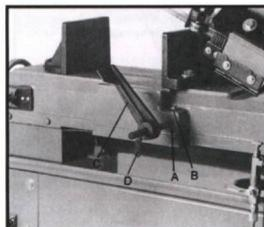

Fig. 1
4. Deslice la barra de tope de material (A, Fig. 1) en la base y asegúrela apretando Perno (B). Deslice el tope de material (C) sobre la barra y apriete el tope (D).